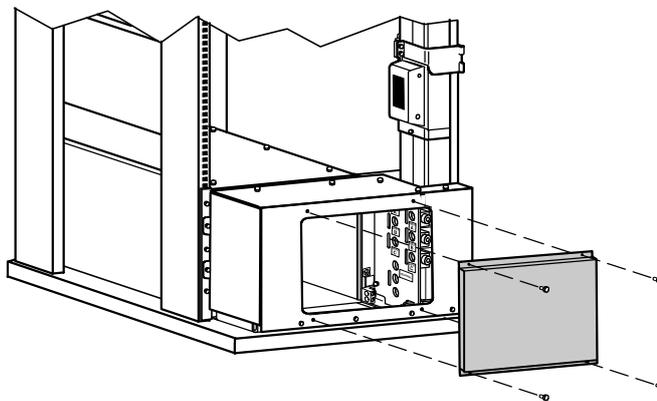

Рисунок 4. Снятие пластины доступа к токопроводу
1. Выверните четыре винта пластины доступа к токопроводу и сохраните их. Снимите пластину и сохраните ее. См. Рисунок 4.